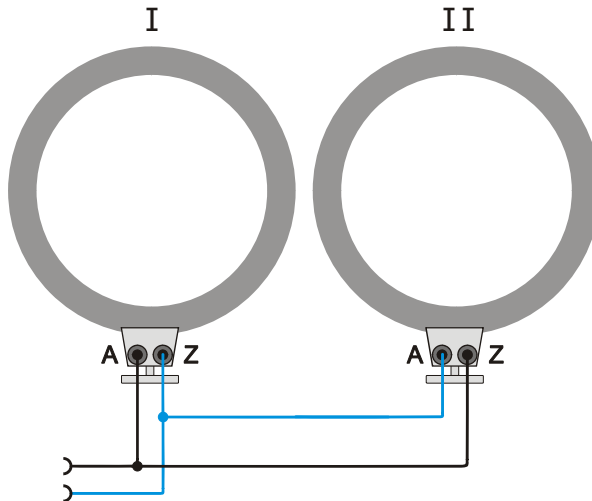

Fig. 3.2 Conexão em paralelo
- No caso de conexão em paralelo, ligar o conector A da bobina 1 com o conector Z da bobina 2 e o conector Z da bobina 1 com o conector A da bobina 2 (ver fig. 3.2).